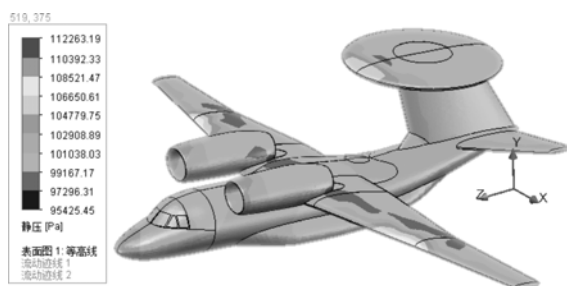

图 12-46 流体分析后的飞机受力效果图
(1) 使用本章提供的素材文件，进行流体分析，观察飞机飞行时的受力状况，如图 12-46 所示。